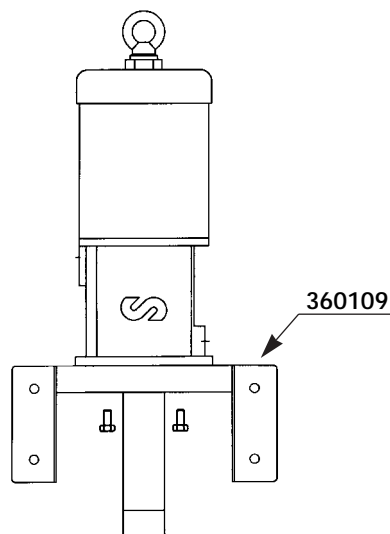

Fig. 2
- Wall mounting (Using wall bracket 360109). Mount the wall bracket to the wall securely. Insert the pump through the wall bracket and attach it with screws (See figure 2).
- Fixation murale (à l'aide du support mural 360109). Fixer fermement au mur le support mural. Introduire la pompe par le support et la fixer à l'aide des vis fournies (voir figure2).